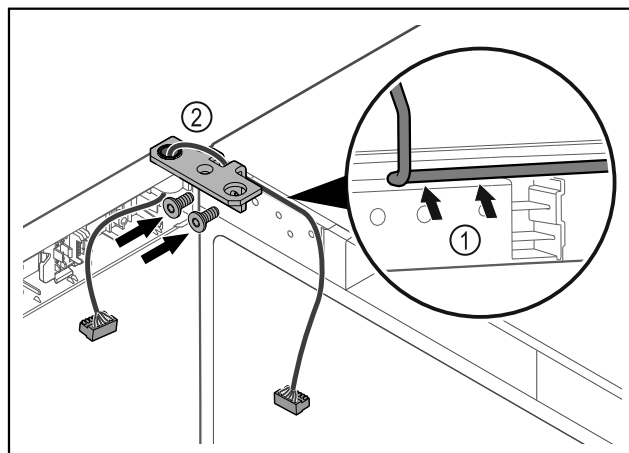

Fig. 39
- Faire passer le câble avec précaution par le trou de l'équerre de charnière Fig. 39 (1).
- Visser l'équerre de charnière Fig. 39 (2).